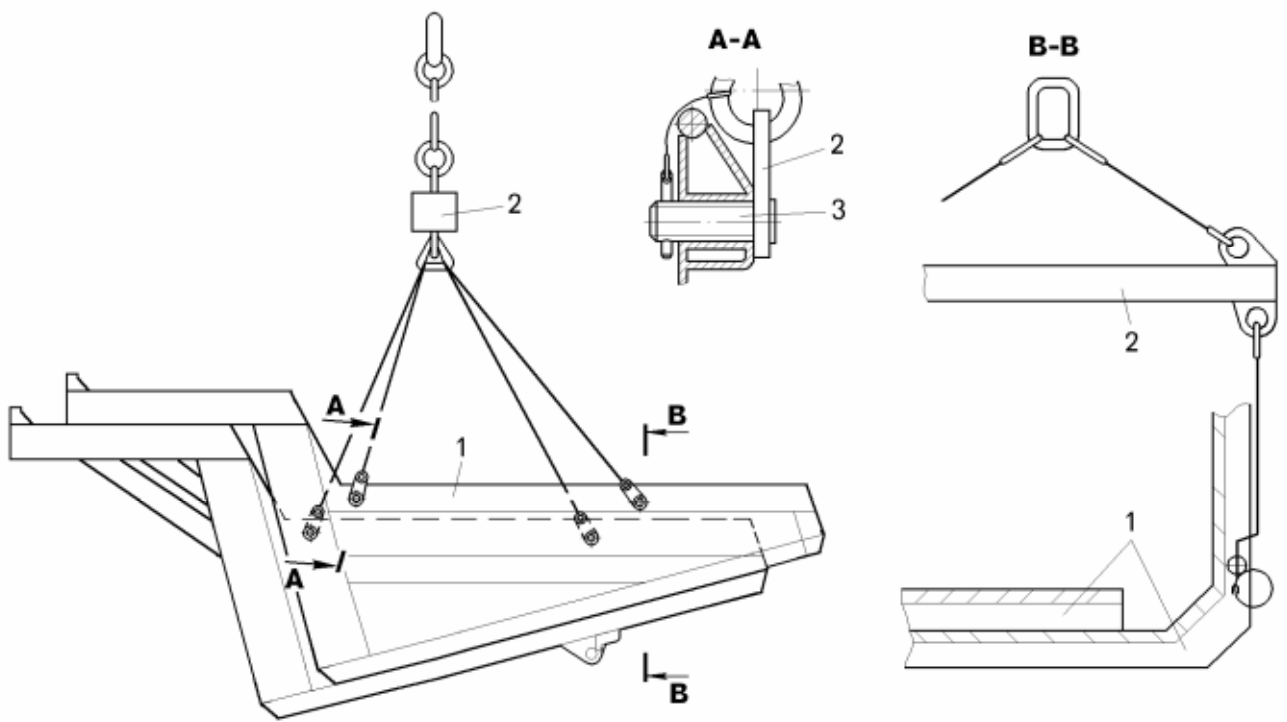

Рисунок 16.15 – Схема снятия и установки платформы самосвала:
– снять платформу. Для снятия и установки платформы используются специальное чалочное приспособление (рисунок 16.15) и две дополнительные растяжки для маневрирования при транспортировке и установке платформы.